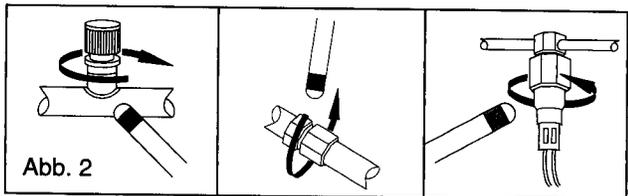

Abb. 2
5. In allen zu untersuchenden Bereichen die Sonde nicht schneller als 25 bis 50 mm/s (1-2 in./sec) durch den Testbereich bewegen und nicht weiter als 5 mm (1/4 in.) von der Oberflche weghalten. Ein langsames und nheres Abtasten erhht die Chancen, da ein Leck erkannt wird (siehe Abb. 2). Jedes beschleunigtes Ticken weist auf ein Leck hin.